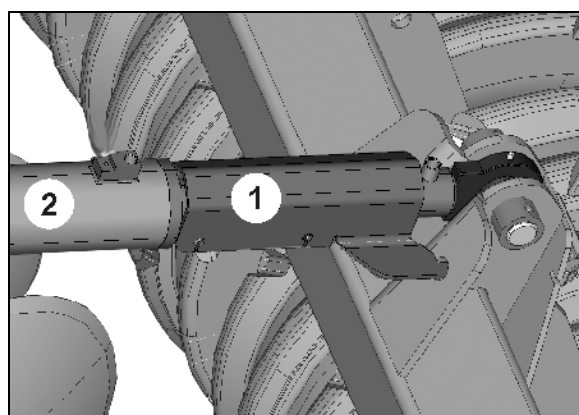

Fig. 31
1. Blocați cilindrul hidraulic (Fig. 31/2) cu opritorul (Fig. 31/1).